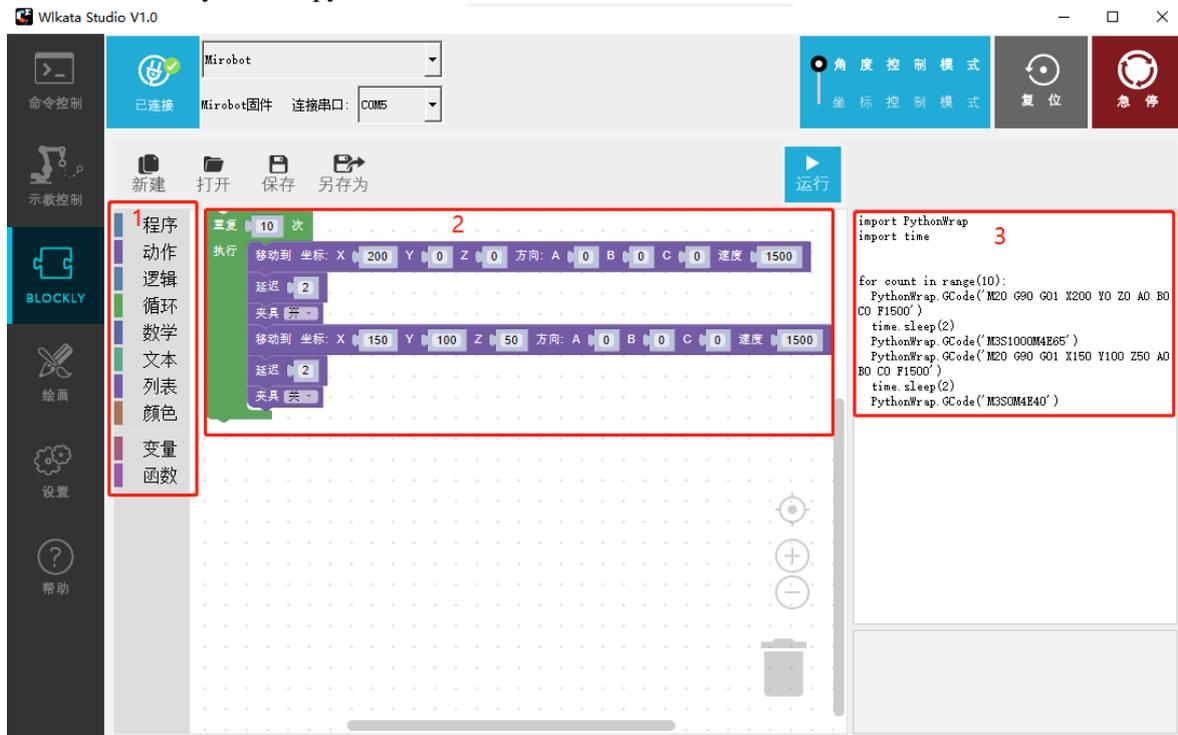

图 2.29 Blockly 图形编程
- (1) 在软件界面中单击“BLOCKLY”选项卡以切换到“Blockly”页面。
- (2) 将 Blockly 模块从选择面板 1 拖放到编程面板 2 进行编程。代码面板 3 将在编程面板上显示 Blockly 模块的 python 代码，如图 2.29 所示。